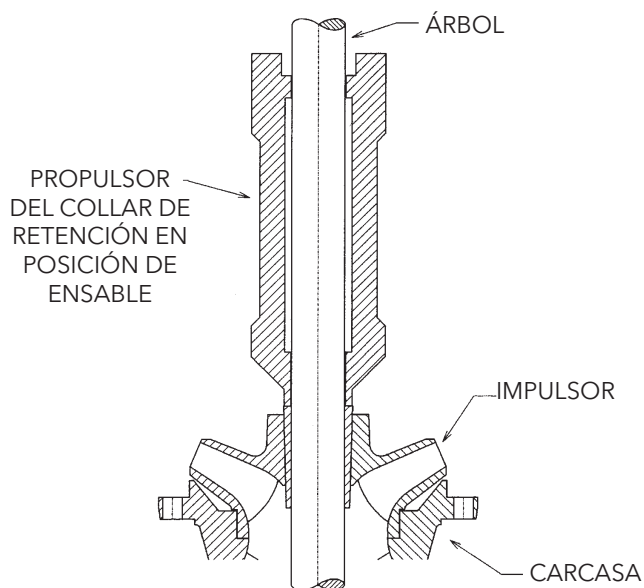

Figura 5 – Instalación del impulsor
D. Detenga firmemente el impulsor contra el adaptador del motor y coloque el collar de retención con el propulsor correspondiente. *Vea la Figura 5.* Después de asegurar el impulsor en su posición, la parte superior del collar de retención cónico debe estar $1/8$ " arriba del cubo del impulsor.